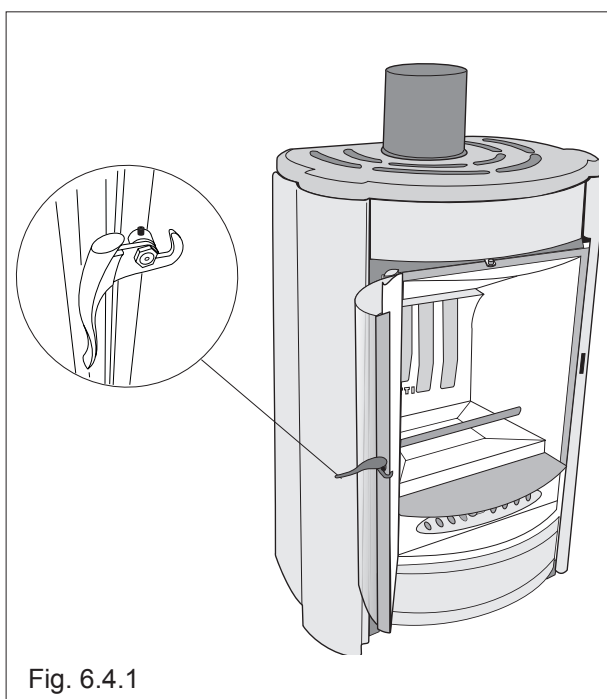

Fig. 6.4.1
6.4 COMMENT UTILISER LA PORTE (FIG.6.4.1)
6.4 COMO SE USA LA PUERTA (FIG.6.4.1)